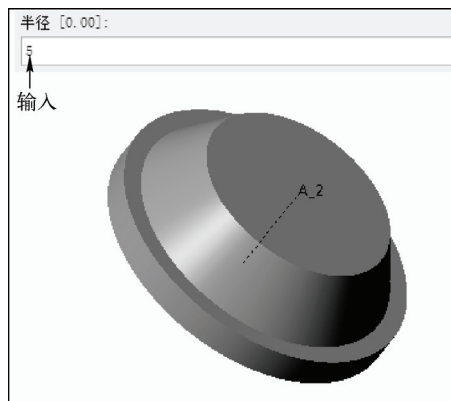

图 8-18 输入参数三
STEP 05 单击“接受值”按钮 ，弹出“半径”文本框，输入“5”，如图 8-18 所示。